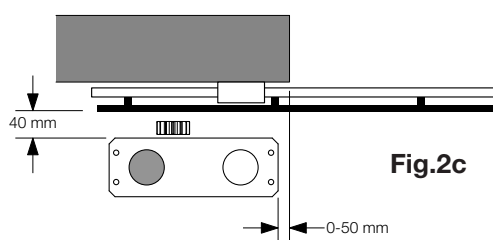

Fig.2c
- Fig.2c instalación con motor a la izquierda